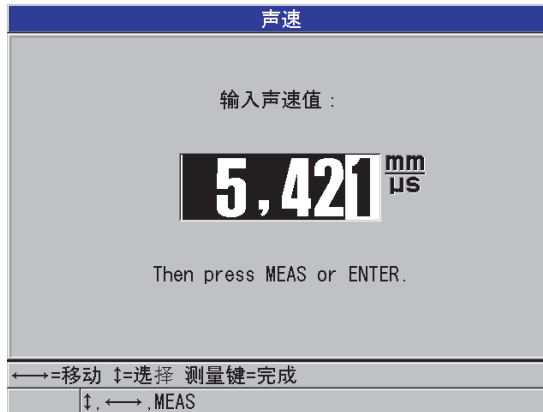

图 5-7 输入一个已知材料声速
2. 在**声速**屏幕中（参见第 81 页的图 5-7），使用箭头键将声速编辑为已知声速值。